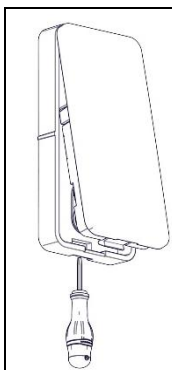

Figura 1
1. Abra la cubierta de plástico del detector (consulte la Figura 1).
1. Abra la cubierta de plástico del detector del soporte (consulte la Figura 1).